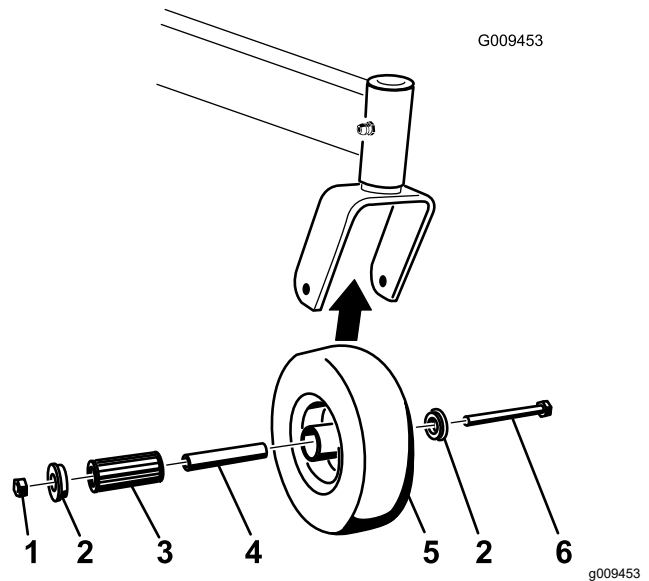

Figura 48
1. Retire la contratuerca y el perno que sujetan la rueda giratoria a la horquilla (Figura 48).
2. Retire uno de los casquillos, y tire del casquillo intermedio y del cojinete de rodillos para sacarlos del cubo de la rueda (Figura 48).
3. Retire el otro casquillo del cubo de la rueda y limpie la grasa y la suciedad del cubo de la rueda (Figura 48).
**Nota:** Repare o cambie cualquier pieza dañada o desgastada (Figura 48).
5. Coloque uno de los casquillos en el cubo de la rueda (Figura 48).
6. Engrase el cojinete de rodillos y el casquillo intermedio y deslícelos en el cubo de la rueda (Figura 48).
7. Coloque el segundo casquillo en el cubo de la rueda (Figura 48).
8. Instale la rueda giratoria en la horquilla y fíjela con el perno y la contratuerca (Figura 48).
9. Apriete la contratuerca hasta que el casquillo intermedio se apoye contra el interior de las horquillas de las ruedas giratorias (Figura 48).